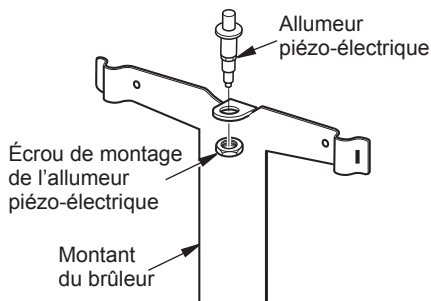

Figure 1 - Installation de l'allumeur piézo-électrique
2. Engagez l'allumeur piézo-électrique dans le montant du brûleur comme l'illustre la figure 1. Serrez l'écrou de fixation de l'allumeur piézo-électrique. Ne serrez pas l'écrou trop fermement.